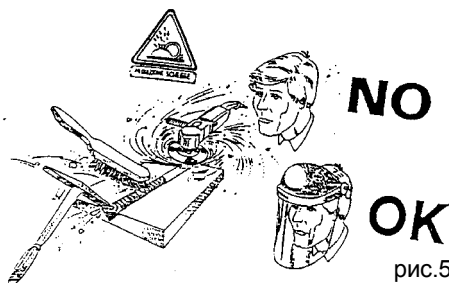

рис.5
• При проведении зачистных работ свариваемых поверхностей с помощью шлифовальных дисков, щеток и т.д. всегда используйте защитные очки с прозрачными стеклами во избежание попадания в глаза стружки, пыли или других посторонних частиц (Рис.5).